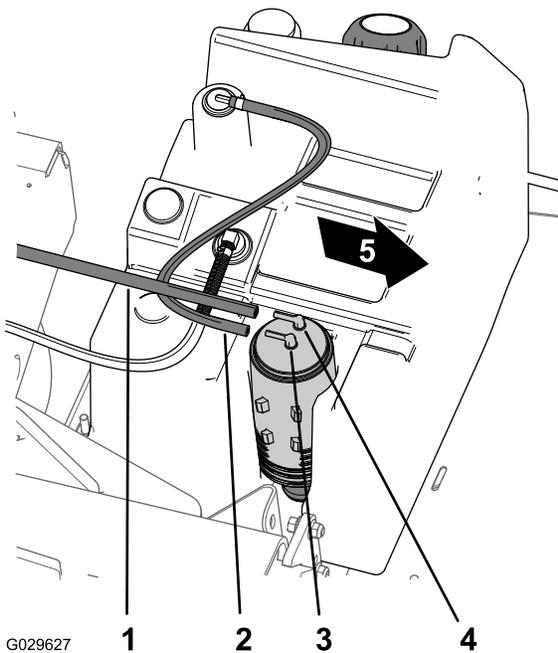

Figura 43
- Retire o tubo de vácuo da união no recipiente de carbono assinalada Purga (Figura 43).
- Retire o tubo do depósito de combustível da união no recipiente de carbono assinalada Combustível (Figura 43).
8. Monte o tubo de vácuo na união no recipiente de carbono assinalada Purga e o tubo do depósito de combustível na união assinalada Depósito de combustível (Figura 43).